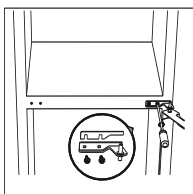

Рисунок 21
3. Отвинтите среднюю петлю. Затем поднимите нижнюю дверь и поместите ее на что-то мягкое, чтобы избежать царапин (рис. 21).